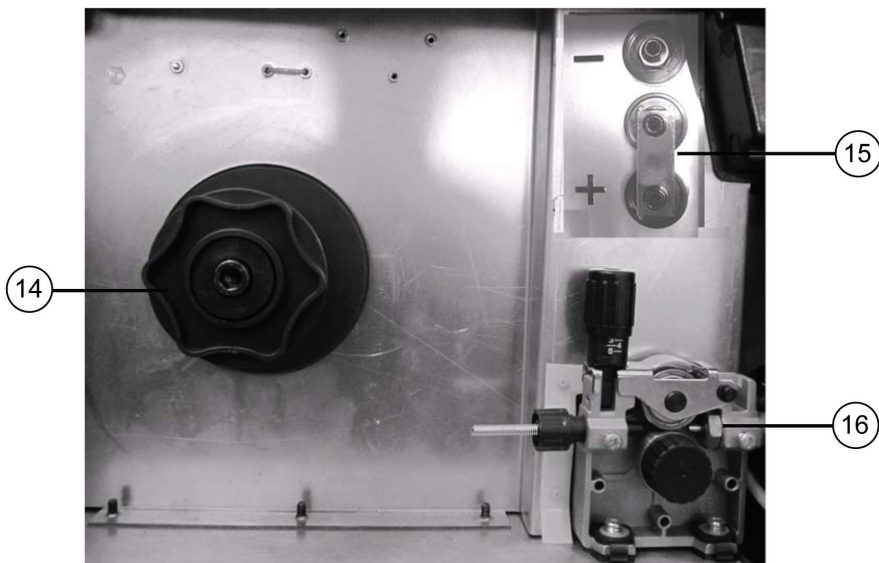

Рис. 3
4. Откройте отсек механизма подачи проволоки. Открутите пластмассовую гайку-фиксатор на адаптере катушки и установите катушку с проволокой на адаптер катушки (поз.14, Рис. 3). Зафиксируйте катушку на адаптере гайкой.
6. Отрежьте изогнутый кончик проволоки и вставьте проволоку во входной канал подающего механизма (поз. 19, Рис. 3) и через ролик в выходное отверстие подающего механизма примерно на 15 см.
7. Убедитесь, что канавка подающего ролика (поз. 22, Рис. 3) соответствует диаметру проволоки. Прижмите проволоку прижимным роликом.
8. Отрегулируйте среднее давление прижимного ролика, закручивая или откручивая ручку регулятора давления прижимного ролика (поз. 20, Рис. 3).